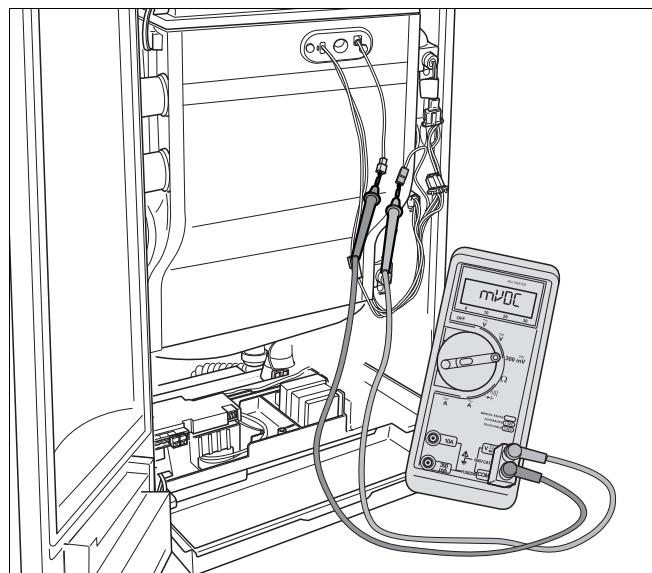

Рис. 89 Измерение тока ионизации
- Подключить измерительный прибор в разрыв кабеля последовательно (рис. 89). Выбрать на измерительном приборе диапазон постоянного тока  $\mu\text{A}$ . Разрешение измерительного прибора должно быть не менее 1  $\mu\text{A}$ .